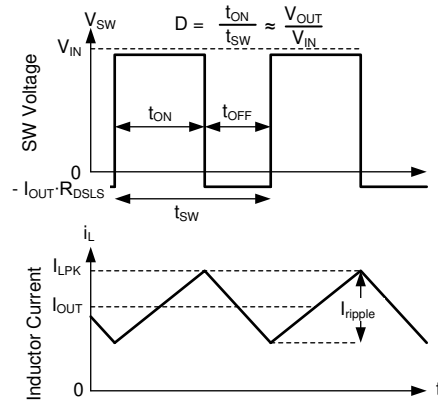

图 7-15. 连续导通模式 (CCM) 下的 SW 电压和电感器电流波形
有关器件的以下运行说明，请参阅节 7.2 和图 7-15 中的波形。在 CCM 中，该器件以变化的占空比 (D) 打开内部高侧 (HS) 和低侧 (LS) NMOS 开关，从而提供稳定的输出电压。在 HS 开关导通期间，SW 引脚电压 V_{SW} 摆动至大约 V_{IN} ，电感器电流 I_L 以线性斜率增加。HS 开关由控制逻辑关闭。在 HS 开关关闭时间 t_{OFF} ，LS 开关打开。电感器电流通过 LS 开关放电，这会强制 V_{SW} 通过 LS 开关两端的压降摆动到地电位以下。转换器环路调节占空比以保持恒定的输出电压。D 由 HS 开关在开关周期内的导通时间定义：